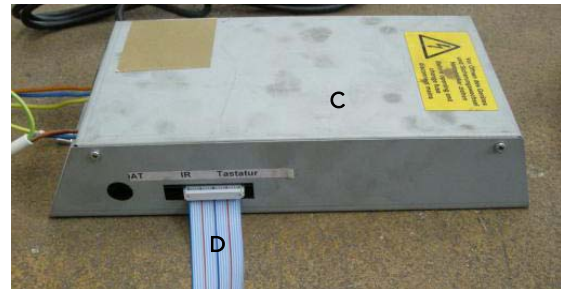

Bild 4
3. Schritt Bild 4
- Flachbandkabel (D) an Steuerkasten (C) anschliessen